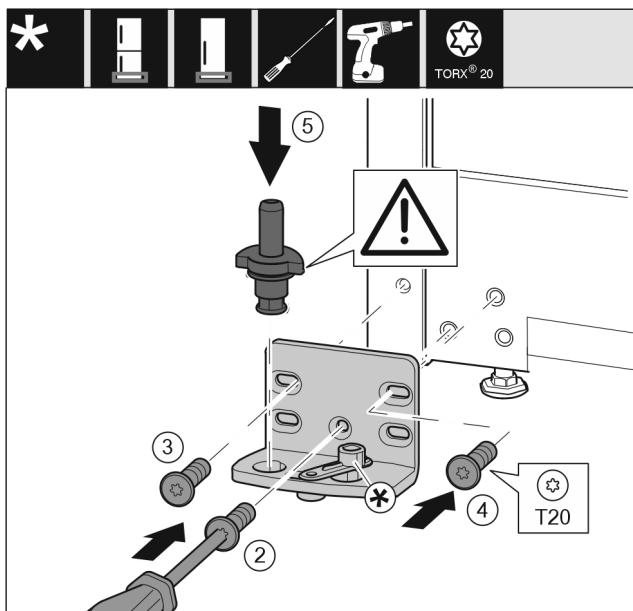

Fig. 18
- ▶ Поставете лагерната стойка от другата страна и я завийте с помощта на отвертка. Започнете с винт Fig. 18 (2) долу в средата.
- ▶ Затегните винта Fig. 18 (3) и винта Fig. 18 (4).
- ▶ Вкарайте изцяло лагерния болт Fig. 18 (5). При това обърнете внимание на това, фиксиращата гърбица да сочи назад.